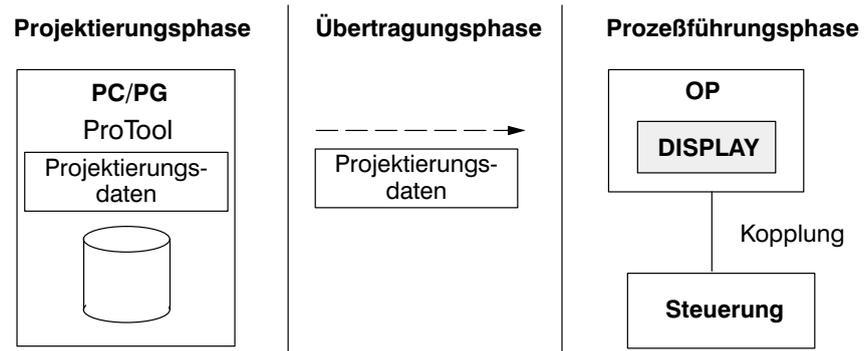

Bild 1-1 Projektierungsphase, Übertragungsphase und Prozeßführungsphase
Projektierungsdaten	Die Projektierung wird am PC oder Programmiergerät (PG) durchgeführt. Anschließend ist die Projektierung unter ProTool zu generieren und zum OP zu übertragen. Besteht eine Kopplung zur Steuerung zeigt das OP die aktuellen Werte an. Bild 1-1 zeigt die verschiedenen Phasen, in denen mit den Projektierungsdaten gearbeitet wird.